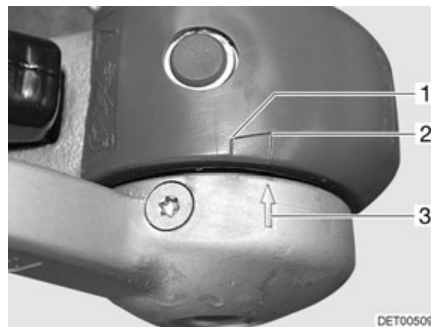

Fig. 178 Forros de fricción
- Cuando la flecha de la arandela de presión (Fig. 178,3) se encuentra delante o en la superficie de marcación (Fig. 178,2) los forros de fricción están todavía nuevos.
- Cuando la flecha de la arandela de presión se encuentra dentro de la superficie de marcación (Fig. 178,1 a 2), los forros de fricción están ligeramente desgastados.
- Cuando la flecha de la arandela de presión se encuentra al final de la superficie de marcación (Fig. 178,1) a la sobrepasa, los forros de fricción están desgastados.